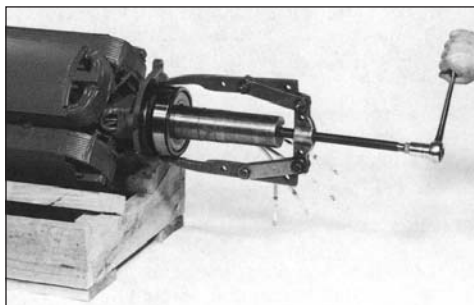

Figura 6-38
2. Si el balero va a ser reemplazado, remueva con un jalador adecuado (figura 6-38).